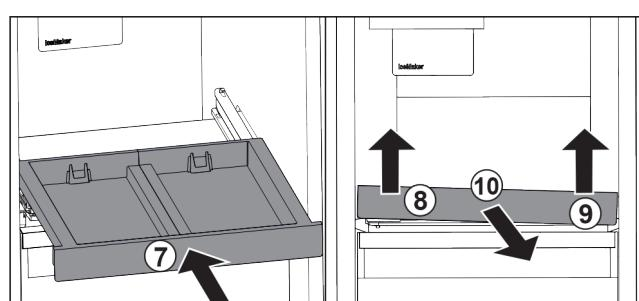

Fig. 20
- ▶ Вставьте выдвижную панель. Fig. 20 (7)
- ▶ Приподнимите выдвижную панель спереди слева. Fig. 20 (8)
- ▶ Приподнимите выдвижную панель спереди справа. *Fig. 20 (9)*
- ▶ Извлеките выдвижную панель движением вперед. *Fig. 20 (10)*